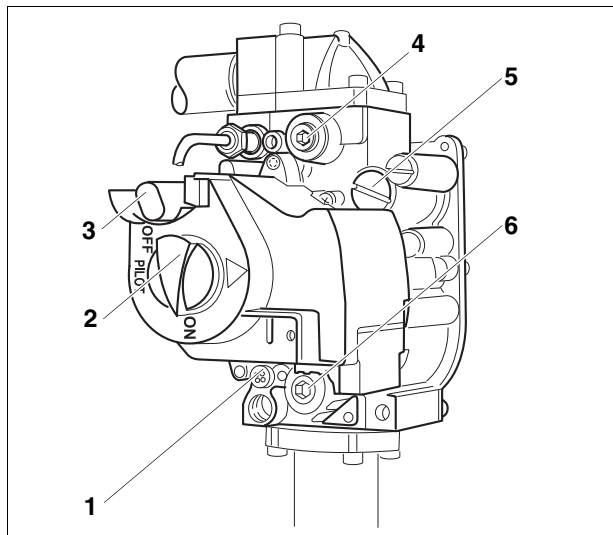

Fig. 35 Bloc gaz G124X SP
41. Contrôler l'étanchéité de la conduite de gaz d'allumage à l'aide d'une solution d'eau savonneuse. Si vous ne constatez aucune fuite, poursuivre avec l'étape 43. Si vous constatez des fuites, tournez le bouton de mise en marche du bloc gaz (→ fig. 35, page 38) dans le sens des aiguilles d'une montre sur « OFF ».
La vis de réglage est située derrière la vis de protection pour le réglage de la pression aux injecteurs d'allumage (→ fig. 35, page 38).